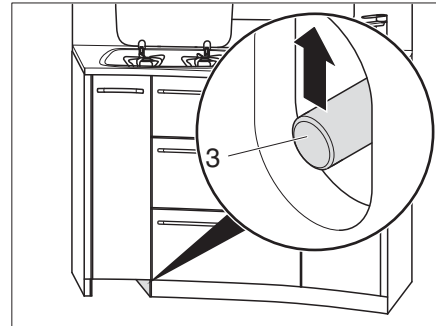

Fig. 115 Déverrouiller les tiroirs de cuisine
- Pousser la tige de poussée (Fig. 115,3) vers le haut.